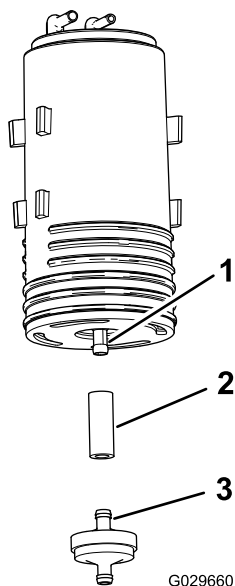

Figura 48
4. Rimuovete il filtro del canister a carboni attivi e la sezione corta del flessibile dal raccordo inferiore del canister a carboni attivi (Figura 48).
5. Montate il flessibile sul raccordo inferiore del nuovo canister a carboni attivi (Figura 48).
6. Inserite il raccordo del nuovo filtro del canister a carboni attivi nel flessibile (Figura 48).